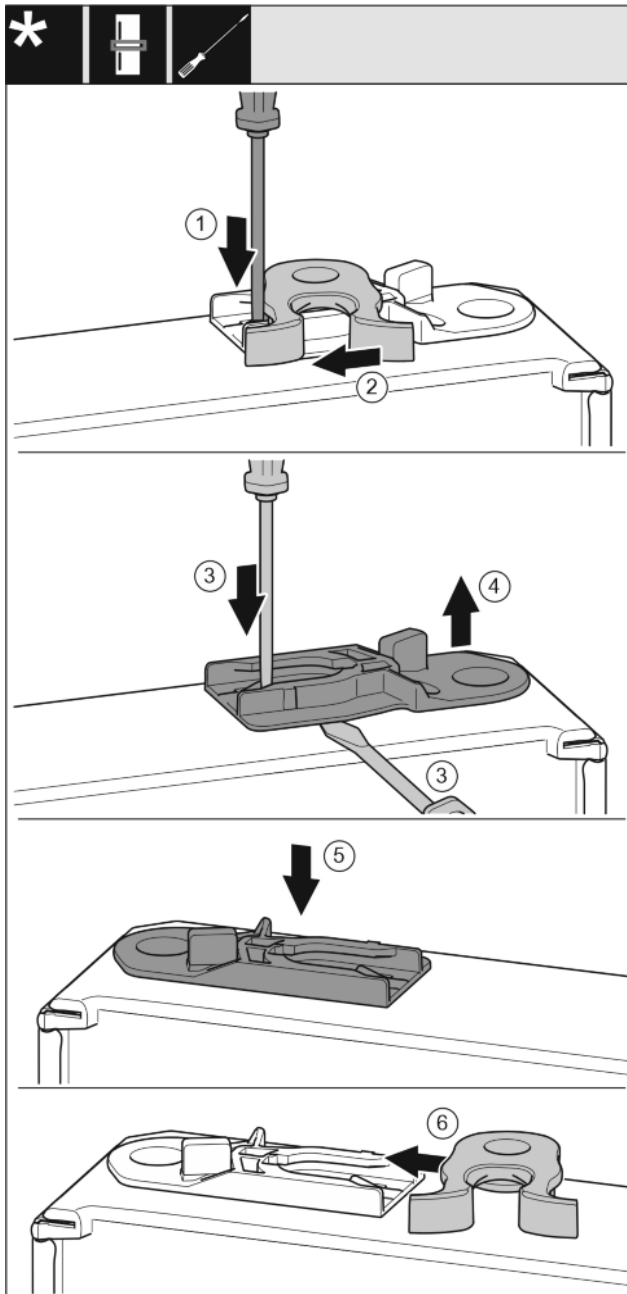

Fig. 23
- ▶ Lasche mit Schlitzschraubendreher nach unten drücken. Fig. 23 (1)
- ▶ Schließhaken aus Führung ziehen. Fig. 23 (2)
- ▶ Führungsbuchse herausziehen: Lasche mit Schlitzschraubendreher drücken und gleichzeitig mit Schlitzschraubendreher unter Führungsbuchse fahren. Fig. 23 (3, 4)
- ▶ Im Lieferumfang beiliegende Führungsbuchse auf anderer Gehäuseseite einschieben. Fig. 23 (5)
- ▶ Schließhaken in Führung schieben. Fig. 23 (6)